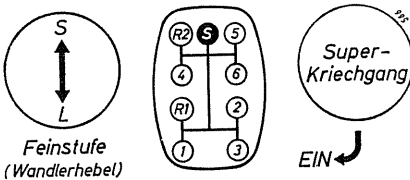

Abb. 8
Schaltstellungen (Abb. 8, links)
b) Schaltgruppen (Abb. 8, Mitte)
Dieser serienmäßig eingebaute, echte Schnellgang (Schaltstellung „S“, Abb. 8, Mitte) erhöht die Fahrgeschwindigkeiten der Normalgänge nicht.
geschaltet, wenn der Schalthebel (E/3 und Abb. 8, rechts) auf „EIN“ steht und der Wandlerhebel (C/7) auf Langsamstufe geschaltet ist. Es darf nur bei stehendem Schlepper ein- oder ausgeschaltet werden, dabei ist auszukuppeln.
Zum Ausschalten des Super-Kriechganggetriebes den Schalthebel (E/3 u. Abb. 8, rechts) unter Auskuppeln wieder auf „AUS“ stellen.
Zum Gruppenwechsel oder zum Schalten des Schnellganges (Abb. 8, Mitte) den Gangschalthebel in der Nullstellung kurz loslassen! Er zentriert sich selbst und braucht nur noch nach vorn oder hinten geschoben werden.
Zum Schalten der übrigen Gänge muß das Schaltbild (Abb. 8, Mitte) korrekt ausgefahren werden, d. h., der Gangschalthebel ist jeweils bis zum seitlichen Anschlag zu bewegen.